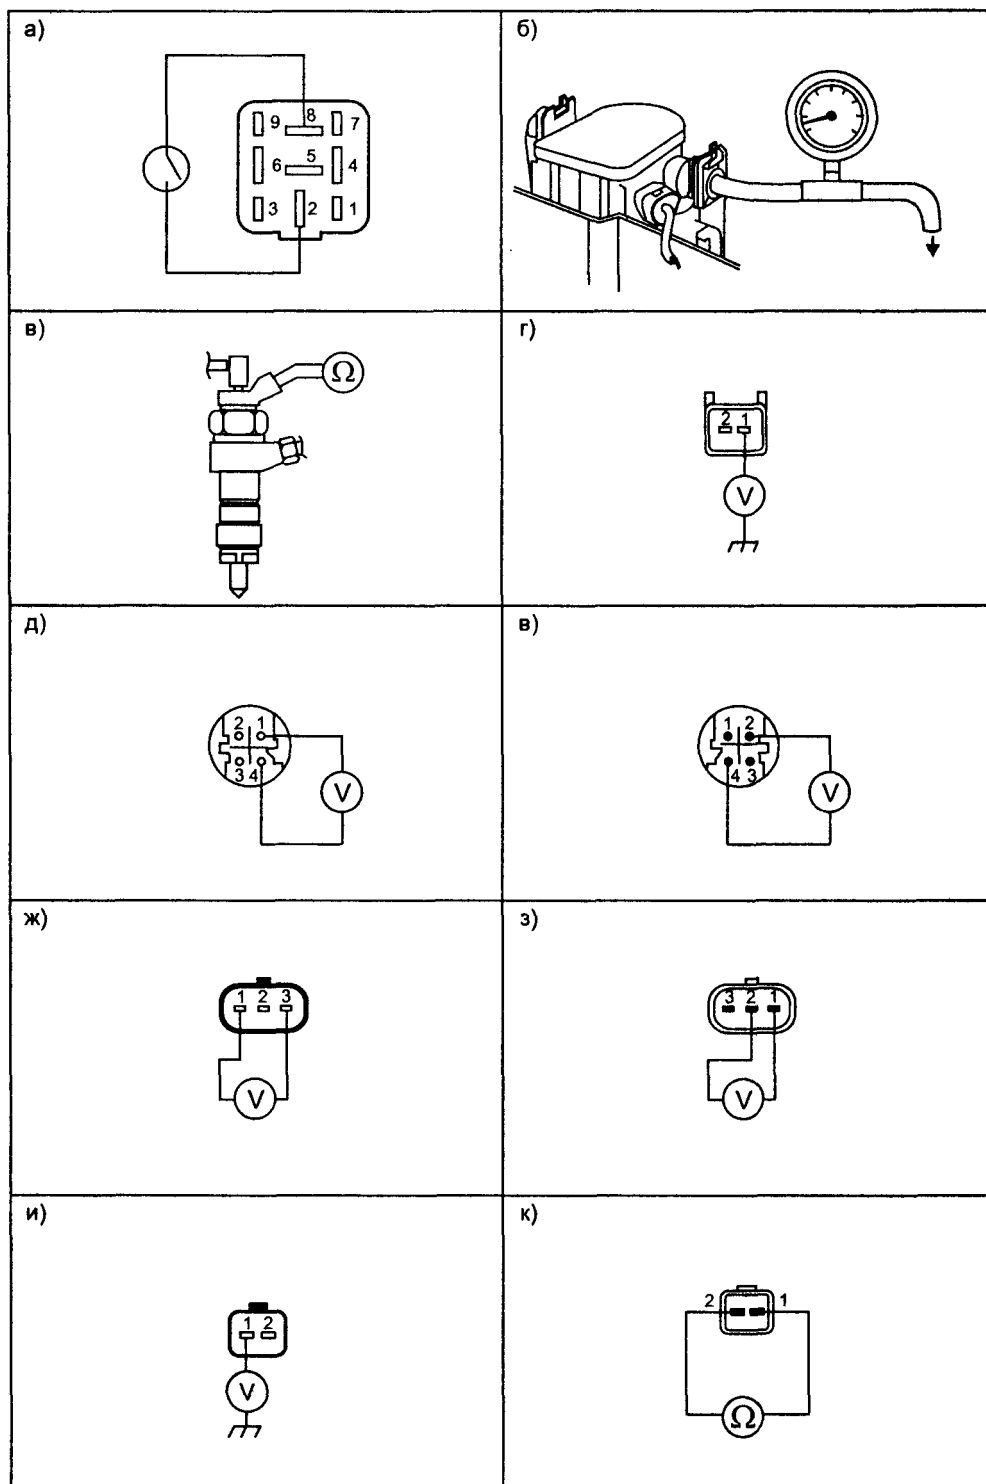

Рис. 1.6.6. Проверка компонентов топливной системы
- собирают диагностическую схему (см. рис. 1.6.6а, реле K20 извлечено из колодки) и проверяют наличие 12 В на контакте «2» разъемов насосов FTP (см. схему на рис. 1.6.2) при включенном сервисном выключателе. Если питания нет, проверяют соединения, Если питание есть, заменяют неисправный насос FTP (или оба);
- воспользовавшись диагностической схемой (см. рис. 1.6.6а) и подходящим манометром (см. рис. 1.6.6б — манометр включен между наружным топливоподающим насосом и топливным фильтром), проверяют давление топлива в магистрали низкого давления. Его величина должна быть не ниже 2,5 bar, если давление ниже или отсутствует, заменяют неисправный насос FTP (или оба).
- отключают форсунки от жгута и измеряют сопротивление их обмоток, оно должна быть около 0,2 Ом (см. рис. 1.6.6в), если есть отклонения, форсунки заменяют;
- включают зажигание и проверяют наличие напряжения 1 В контакте «1» разъемов жгута форсунок (см. рис. 1.6.6г), если питания нет, проверяют замок зажигания, соответствующие соединения и при необходимости возвращаются к проверке ЕСМ;
Для проверки датчика FPS отключают его от жгута и, включив зажигание, измеряют напряжение между контактами 1 и 4 разъема жгута датчика (см. рис. 1.6.6д), его величина должна быть около 5 В. Если этого нет, проверяют замок зажигания, предохранители F14, F34, реле K46, соответствующие соединения и при необходимости возвращаются к проверке ЕСМ. Если все в порядке, подключают разъем FPS датчика на место и, включив зажигание, проверяют выходной сигнал датчика: на контактах 2 и 4 должно быть около 4,4 В (см. рис. 1.6.6е). Если этого нет, заменяют датчик или при необходимости возвращаются к проверке топливных насосов магистрали низкого давления.
Датчик FRP основной задающий элемент ЭСУД дизеля с впрыском Common Rail. Напряжение на выходе датчика изменяется в пределах 0,3...4,5 В и пропорционально давлению топлива в аккумуляторе. Для проверки FRP датчика отключают датчик FRP от жгута и, включив зажигание, измеряют напряжение на контактах 1 и 3 разъема жгута датчика (см. рис. 1.6.6ж), его величина должна быть около 5 В. Если этого нет, проверяют замок зажигания, предохранители F13, F14, F34, реле K46, соответствующие соединения и при необходимости возвращаются к проверке ЕСМ.
Если питание есть, подключают разъем FPS датчика на место и, включив зажигание, проверяют выходной сигнал датчика на контактах 1 и 2 в различных режимах работы двигателя (см. рис. 1.6.6з, табл. 1.6.3 и осц. 8 на рис. 1.6.5 — пуск двигателя, осц. 9 на рис. 1.6.5 — режим х.х, осц. 10 на рис. 1.6.5 — свободное ускорение). При несоответствии сигнала датчика контрольным значениям датчик заменяют.
- отключают FPC клапан от жгута и, включив зажигание, измеряют напряжение на контакте 1 разъема жгута датчика (см. рис. 1.6.6и), его величина должна быть около 12 В. Если питание отсутствует, проверяют замок зажигания, предохранители F13, F14, F34, реле K46, соответствующие соединения и при необходимости возвращаются к проверке ЕСМ;
- измеряют сопротивление обмотки клапана FPC, контакты 1 и 2 (см. рис. 1.6.6к), оно должно быть около 2,4 Ом, если есть отклонения, заменяют клапан;